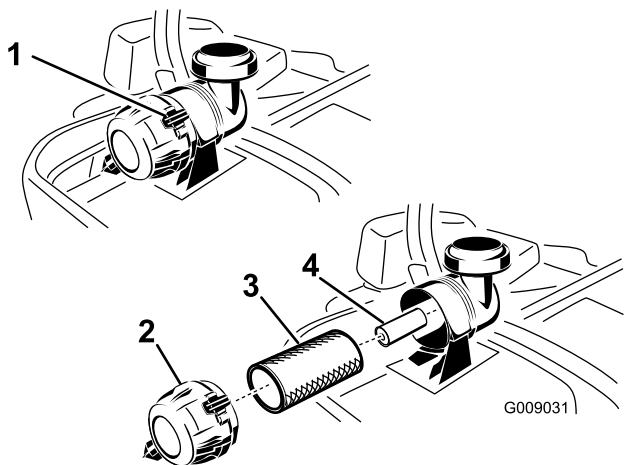

Figura 41
3. Presione hacia abajo para abrir los enganches del limpiador de aire y tire de la tapa del limpiador de aire para separarla de la carcasa del limpiador de aire (Figura 41).
5. Extraiga con cuidado el filtro primario del cuerpo del limpiador de aire (Figura 41). Evite golpear el filtro contra el lado de la carcasa.
1. No limpie el filtro de papel, cámbielo (Figura 41).
2. Si va a cambiar el filtro secundario, deslícelo cuidadosamente en el cuerpo del filtro (Figura 41).
3. Deslice cuidadosamente el filtro primario por encima del filtro secundario (Figura 41). Asegúrese de que está bien asentado empujando sobre el borde exterior del filtro mientras lo instala.
4. Instale la tapa del limpiador de aire y gírela hasta que los enganches la bloqueen en su sitio (Figura 41).